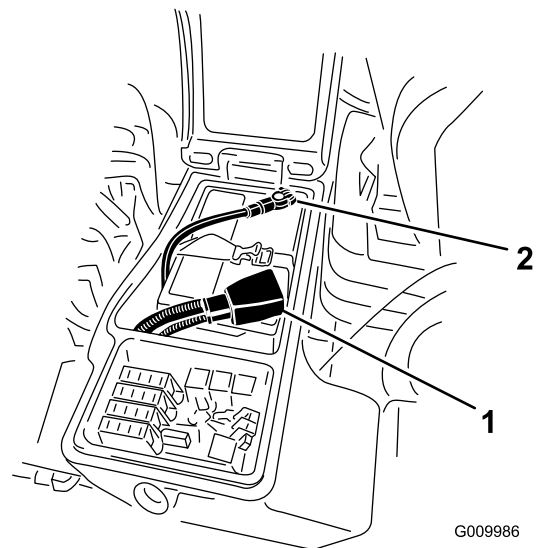

Bild 61
4. Klemmen Sie das Pluskabel (Rot) am Pluspol (+) der Batterie und das Minuskabel (Schwarz) am Minuspol (-) der Batterie an (Bild 61).